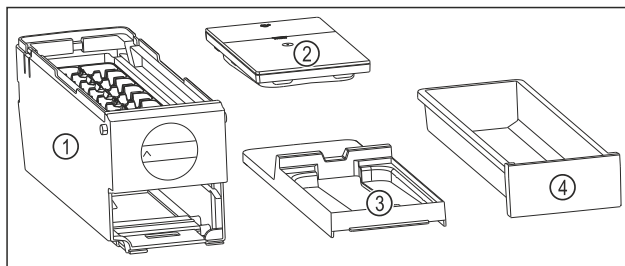

Fig. 145 Sestavni deli modula EasyTwist-Ice
- Modul EasyTwist-Ice je razstavljen na štiri dele. (glejte Fig. 145)
- Modul EasyTwist-Ice razstavite le na prikazane sestavne dele. (glejte Fig. 145)
- Glavni del EasyTwist-Ice Fig. 145 (1) očistite kot celoto.